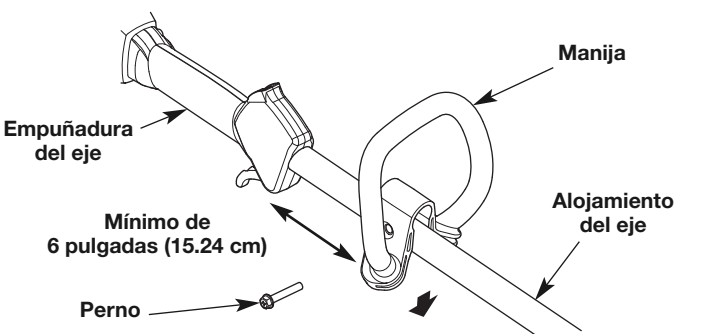

Fig. 3
- Oprima la manija hacia abajo sobre el alojamiento del eje (Fig. 3). El orificio del perno de la manija debe quedar a la derecha.
- Inserte el perno en el orificio del perno y oprímalo para que pase a través de él (Fig. 3). Apriete el perno con una llave tubular de 3/8" pero no apriete por completo.
- Mientras sujeta la unidad en la posición de funcionamiento (Fig. 10), desplace la manija hasta la ubicación que le ofrece el mejor agarre. Ubíquela como mínimo a 6 pulgadas (15.24 cm) del extremo de la empuñadura del eje (Fig. 3).
- Afloje el perno con una tubular de 3/8" (Fig. 3).